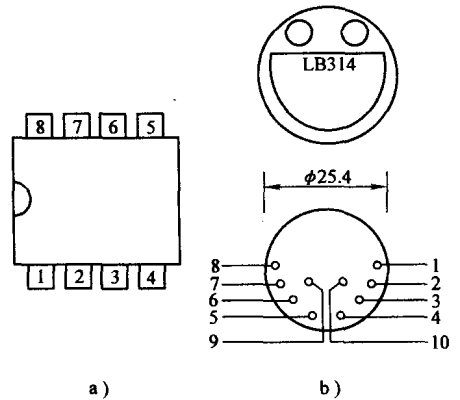

图 1-13 LB314 的封装形式
2. 封装形式、外形尺寸、引脚功能 LB314 采用 D 型 8 线和半密封陶瓷圆型两种封装，外形尺寸符合 GB7092—93《半导体集成电路的封装和尺寸》的规定。该电路的封装形式及外形尺寸如图 1-13 所示。引脚功能见表 1-16。